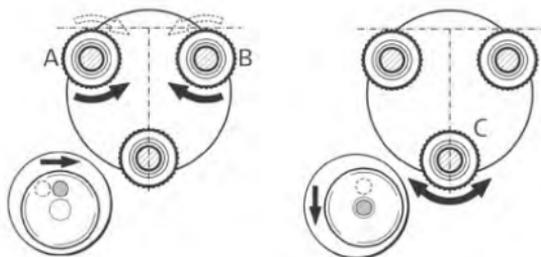

Рис. 2
Поворачивайте винты ножек (7) А и В одновременно в противоположных направлениях, затем поворачивайте винт С, пока пузырек уровня (11) не окажется в центре (рис. 2).